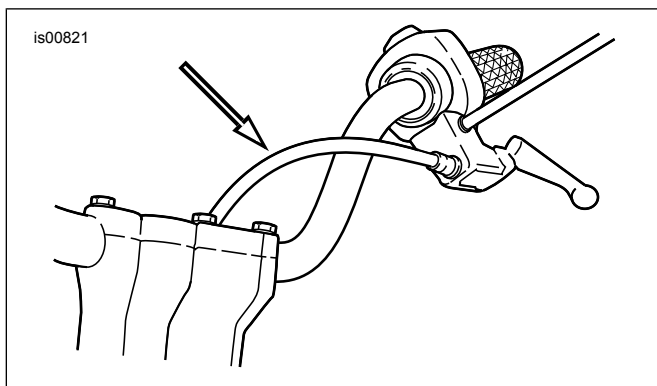

Figure 2. Nouvel acheminement du câble d'embrayage
2. Maintenir le régleur de câble avec une clé de 1/2 po et desserrer l'écrou de blocage (3) à l'aide d'une clé de 9/16 po. Éloigner l'écrou de blocage du régleur de câble. Amener le régleur vers l'écrou de blocage afin de donner du jeu au levier de guidon.
5. Voir Figure 2 . Réacheminer le câble d'embrayage du côté intérieur du guidon.